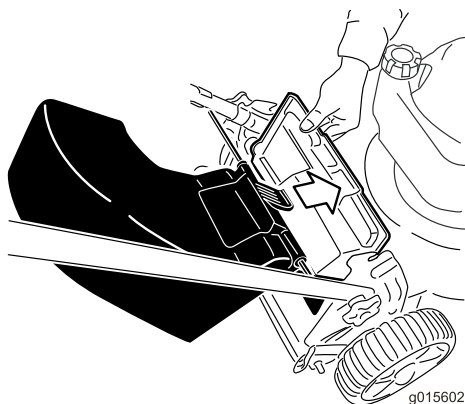

Bild 18
1. Heben Sie das hintere Ablenkblech an (Bild 18).